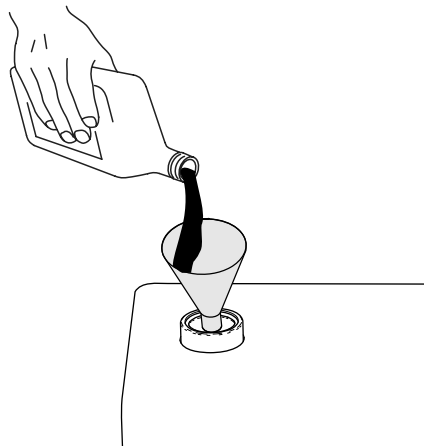

Рисунок 113
7. Если уровень жидкости находится ниже нижней отметки на щупе, долейте гидравлическую жидкость указанного типа в бак (Рисунок 113). Повторяйте действия, описанные в пунктах с 4 по 6, пока уровень жидкости не будет находиться между 2 отметками на щупе.